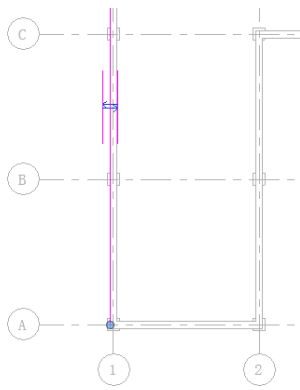
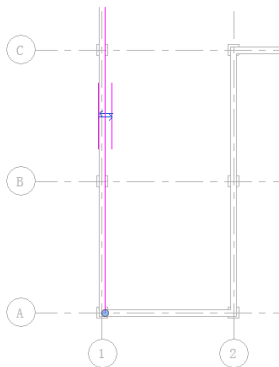

图 10-32 边界线
图 10-33 更改边界线位置
(4) 根据所选边界墙生成如图 10-32 所示的边界线，单击“翻转”按钮，边界线的位置如图 10-33 所示。